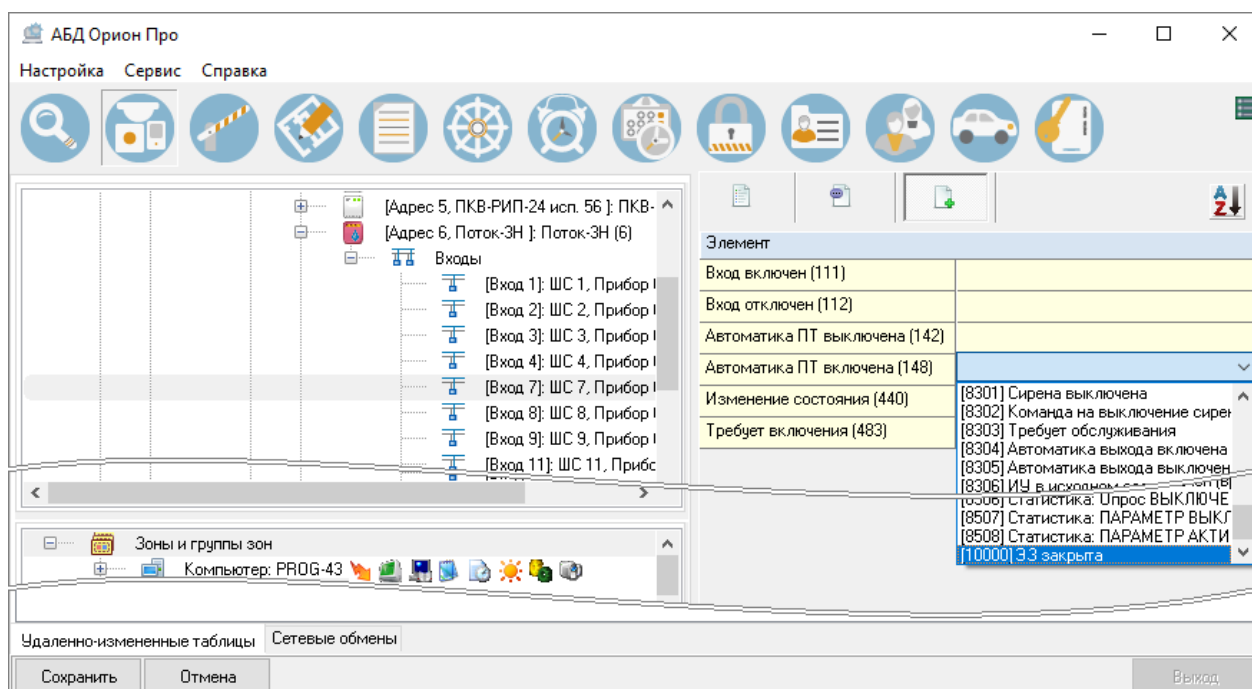

Рисунок 6-47 Переименование события системы
- 6) в поле справа от выбранного события в выпадающем списке событий объектов системы выберите то событие¹, наименование которого будет транслироваться (см. п. 6.3.1.2.20.3.1) при возникновении события, для которого применяется переименование (см. Рисунок 6-47);